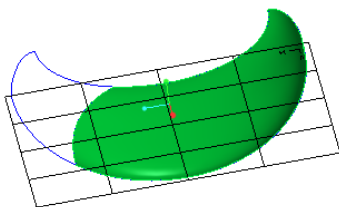

图 8-50 修剪自由形式曲面后的效果
⑦ 在“造型：曲面修剪”选项卡中单击“完成”按钮✔，得到修剪后的面组如图 8-50 所示。